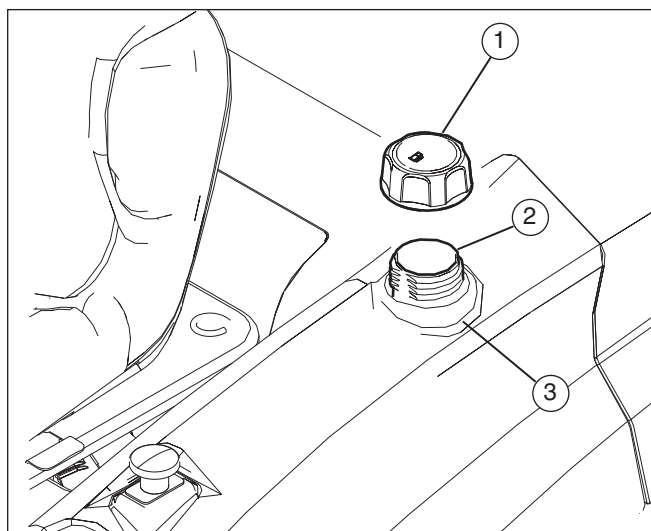

Figure 20
1. Retirer le capuchon de remplissage (1) (voir la **Figure 20**).
2. Remplir le réservoir de carburant (2) en position PLEIN (3) avec du carburant ordinaire sans plomb.